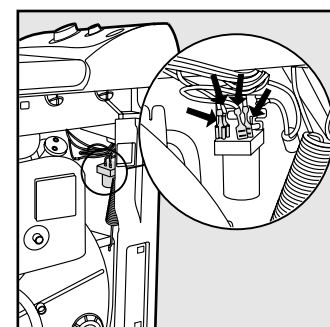

Рис. 4
4. Отсоедините плоскогубцами проводки от подавителя радиопомех (рис. 4) в следующем порядке: голубой=N, затем коричневый=L, заземляющий провод \perp должен быть снят последним.